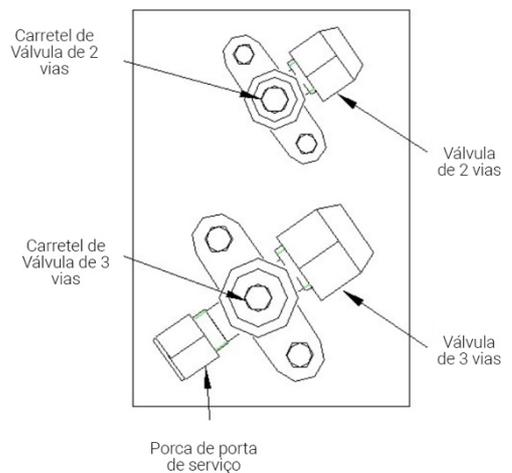

Figura 4
- 4). Após o vácuo ou evacuação, use uma chave de cabeça sextavada (normalmente 5mm) para abrir o êmbolo da válvula de 2 portas e o êmbolo da válvula de 3 portas, uma o refrigerante da unidade externa a todo o sistema. (veja a Figura 4 abaixo)
[NOTA: a figura 4 é a instrução das válvulas.]